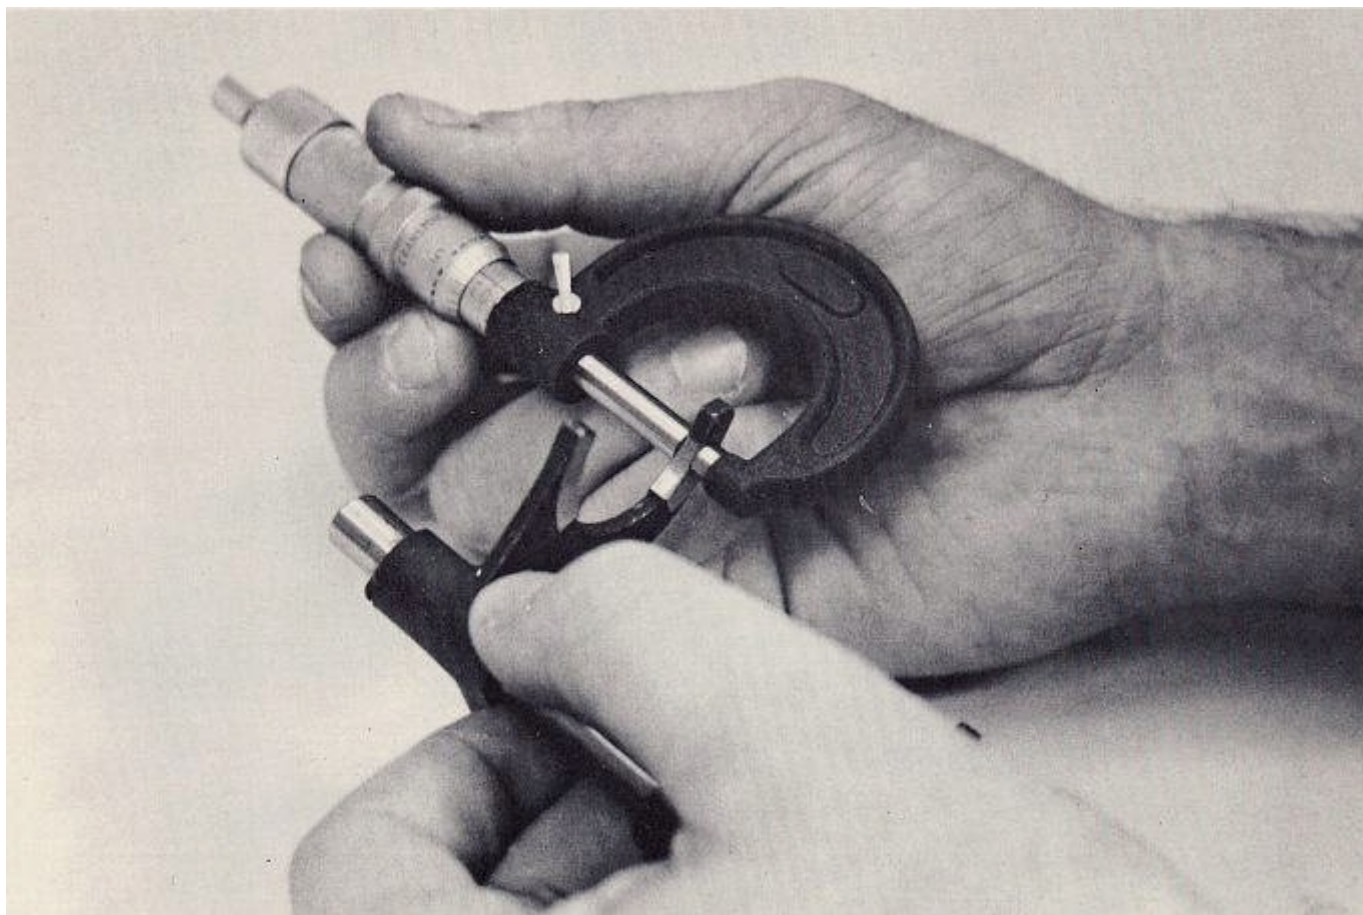

FIG. 39
7. Con un pie de rey, o de 0 a 1 micrómetro pulgadas, mide cada almohadilla de empuje en los tres tenedores palanca de cambios (Fig. 39). Todos ellos deben medir no menos de 0.148 ". Si alguno de ellos mide menos de esto, reemplazar el tenedor.